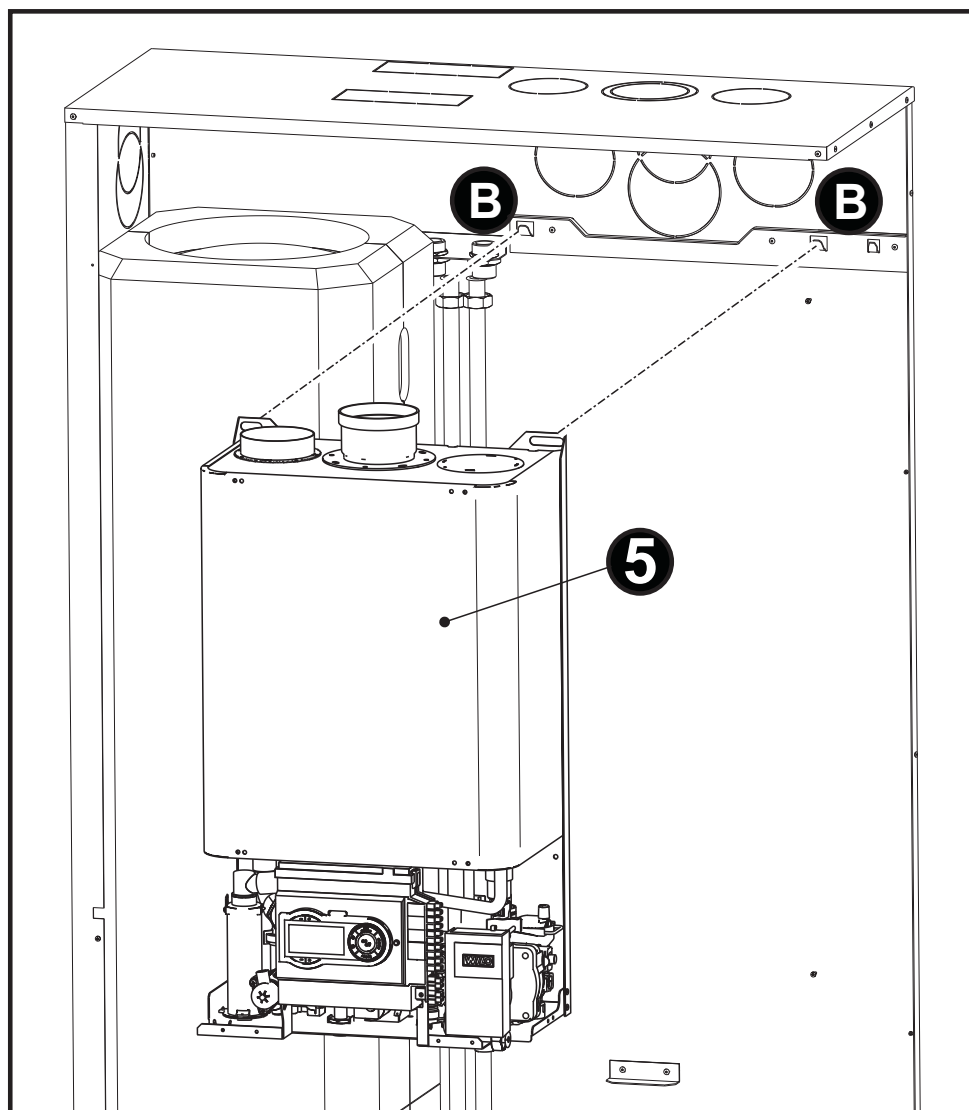

fig. 33
- Agganciare la **Caldaia (5)** nei punti “B” indicati in fig. 33.